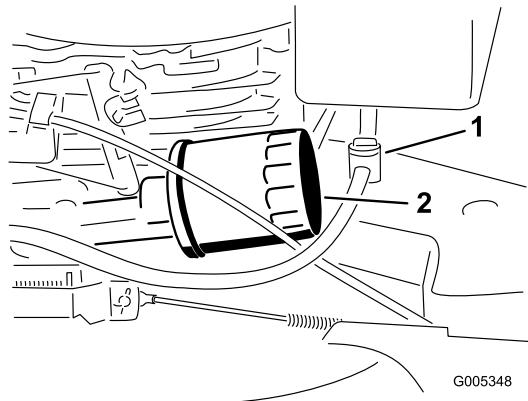

Figura 27
- Coloque un trapo debajo del filtro de aceite para recoger cualquier aceite que se salga mientras retira el filtro (Figura 27).
3. Cierre la válvula de combustible (Figura 27)